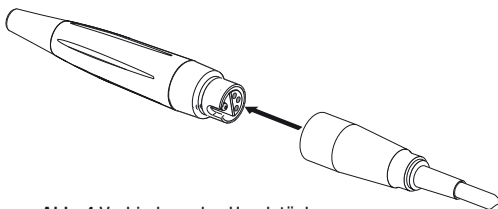

Abb. 4 Verbindung des Handstücks
5. Das Handstück in das Verbindungskabel stecken, wobei darauf geachtet werden muss, dass die Kontakte aufeinander ausgerichtet sind (**Abb. 4 unten**).